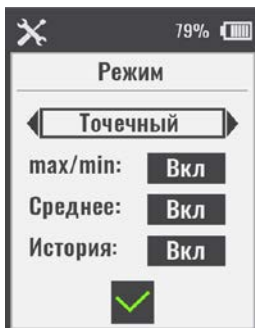

Рисунок 4
– ИСТОРИЯ - отображение истории проведенных измерений (рисунок 4).